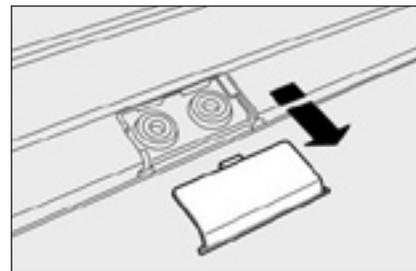

рис. 116
- для моделей с люком: извлеките заглушки с помощью отвертки, представленной в наборе инструментов, чтобы добраться до посадочных мест крепления **рис. 116**;